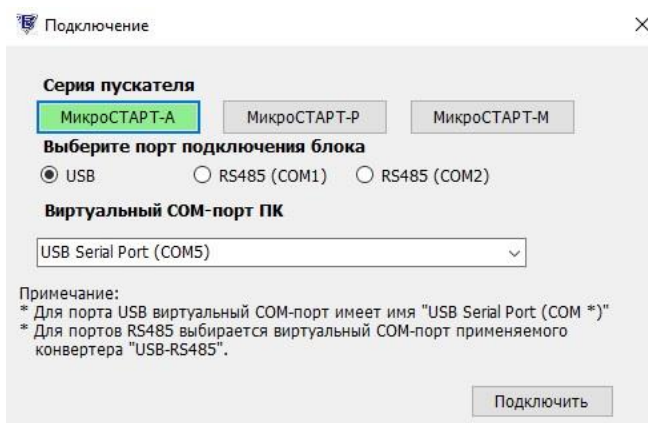
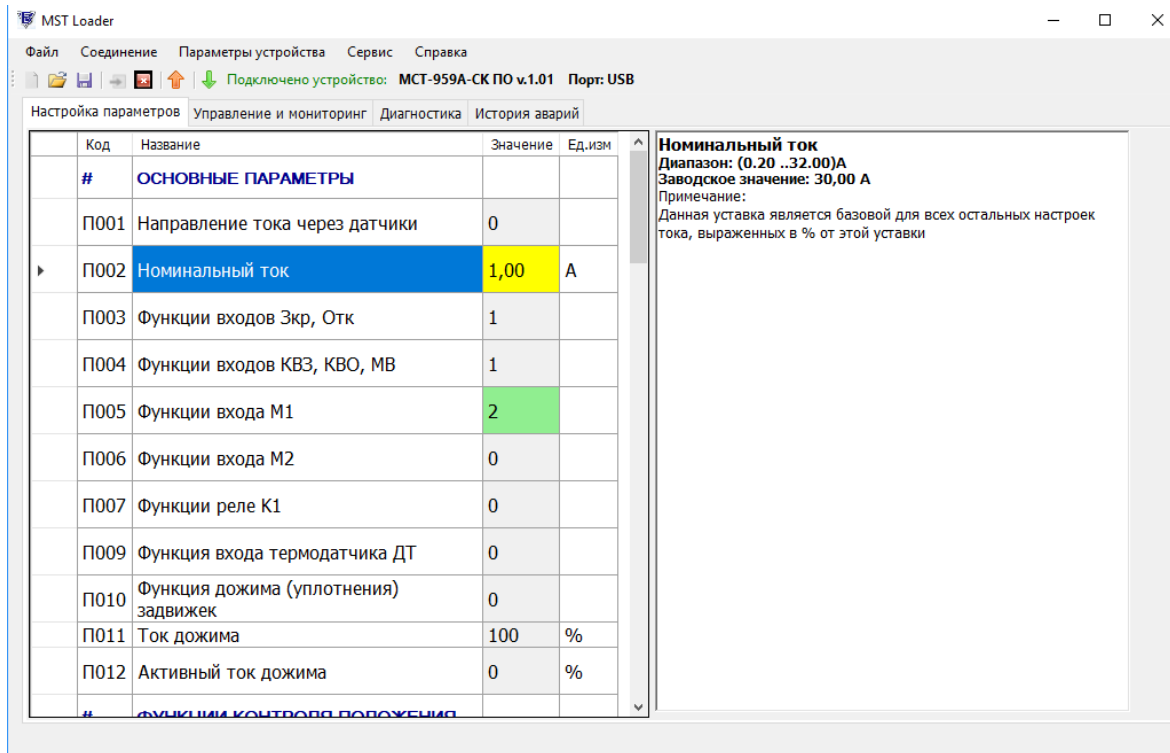

Рис. 5 Окно подключения блока
Рис. 6 Окно настройки параметров блока
- В открывшемся окне «Подключение» (рис.5) выбрать серию «МикроСТАРТ-А», порт подключения блока «USB» и виртуальный COM порт «USB Serial Port», и нажать кнопку «Подключить», после чего откроется основной интерфейс со вкладкой «Настройка параметров» (рис.6).
- В открывшемся окне «Подключение» (рис.5) выбрать серию «МикроСТАРТ-А», соответствующий порт подключения блока «COM1» или «COM2», выбрать соответствующий конвертеру виртуальный COM-порт и нажать кнопку «Подключить», после чего откроется основной интерфейс со вкладкой «Настройка параметров» (рис.6).
- После изменения параметра его значение изменит цвет фона на желтый (означает, что значение изменено, но не сохранено) (рис.6);
- В программу загрузятся все параметры из файла и измененные параметры станут желтыми (рис.6);